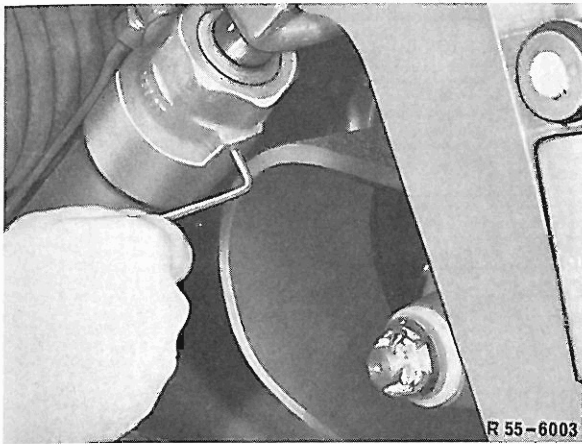

Bild 42
- 5 Mit einem 3-mm-Innensechskant-Schlüssel, Entlüftungsschraube lösen (Bild 42) und pumpen bis Öl austritt (mindestens einen Pumpenschlag).